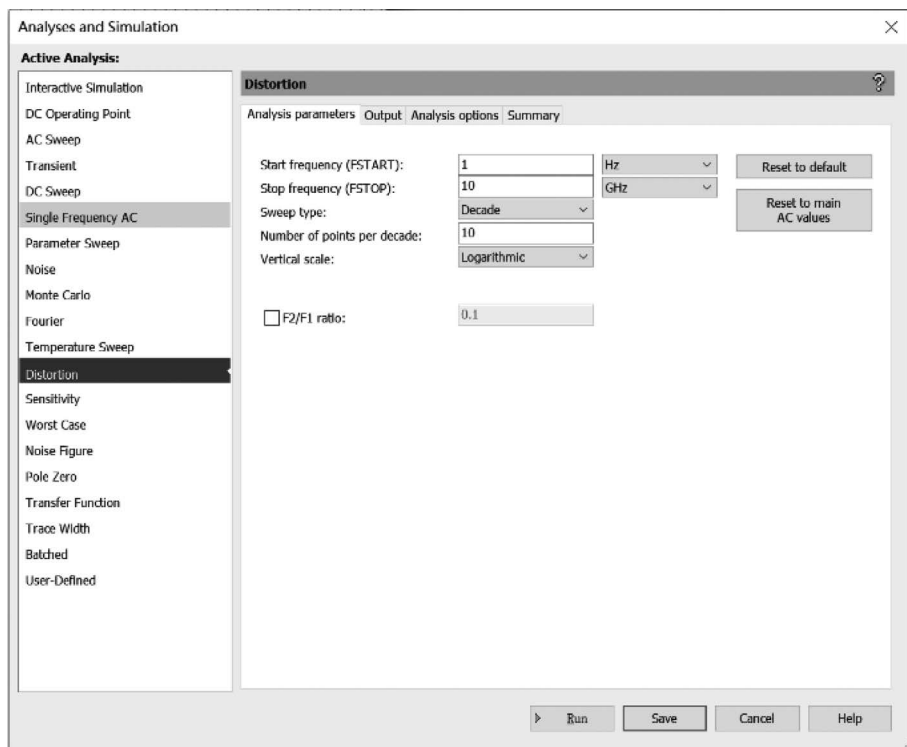

图 5.7.1 Distortion 对话框中 Analysis parameters 选项卡
(3) 单击 Simulate/Analyses and Simulation/Distortion 命令,打开 Distortion 对话框如图 5.7.1 所示,在 Analysis parameters 选项卡中设置分析参数。